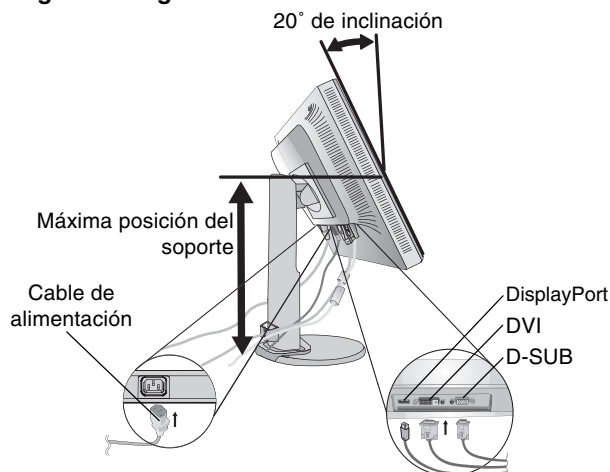

Figura B.1
3. Coloque una mano a cada lado del monitor para inclinar el panel LCD 20 grados y levántelo hasta alcanzar la posición más alta (**figura B.1**).
4. Conecte todos los cables al conector apropiado de la parte posterior del monitor (**figura B.1**).